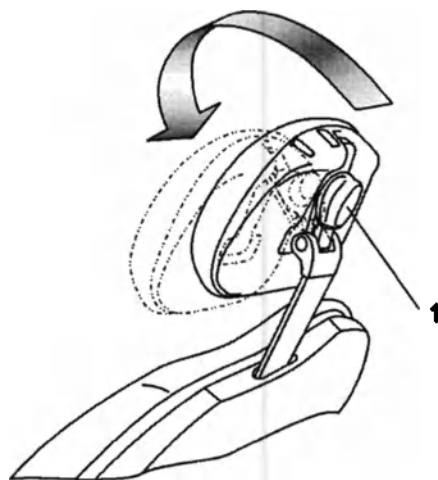

Рис. 7.11. Двойная артикуляция
- придерживая подголовник рукой, ослабьте рукоятку 1 (см. рис. 7.11), вращая ее против часовой стрелки;